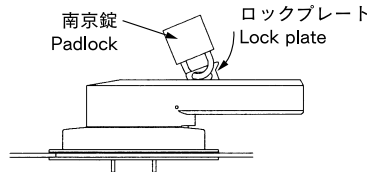

図14 Fig. 14
- ・扉閉状態でのFAB、ELBのロック 図14
- ・ Locking FAB or ELB with the door closed : Fig. 14